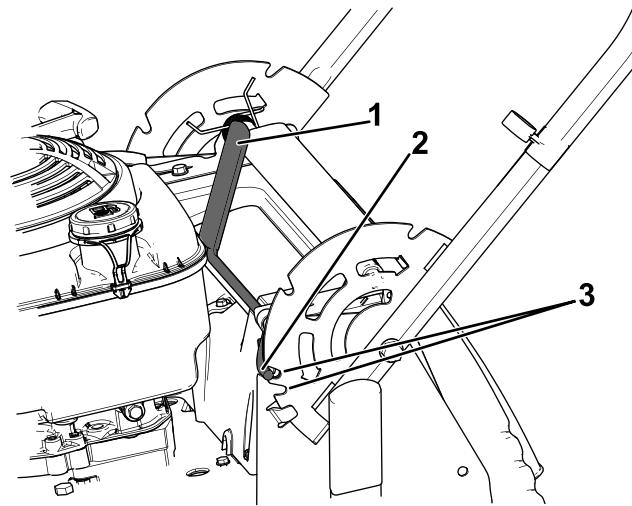

Figura 15
2. Rode a pega e alinhe o entalhe pretendido no suporte da pega aos pinos de bloqueio; consulte Figura 15.
1. Puxe a alavanca de bloqueio da pega para trás para libertar os pinos de bloqueio (Figura 15).